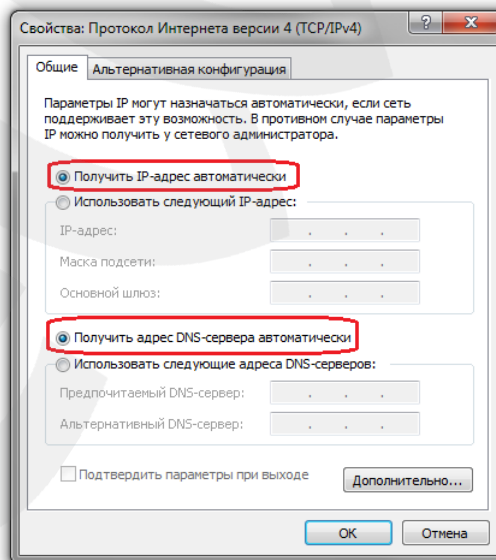

Рис. 6.7
1. Получить IP-адрес автоматически: IP-адрес назначается автоматически DHCP-сервером (Рис. 6.7). Если IP-адрес Вашему ПК выдается автоматически, тогда для определения параметров локальной сети перейдите к пункту 6.3.1 данного Руководства.